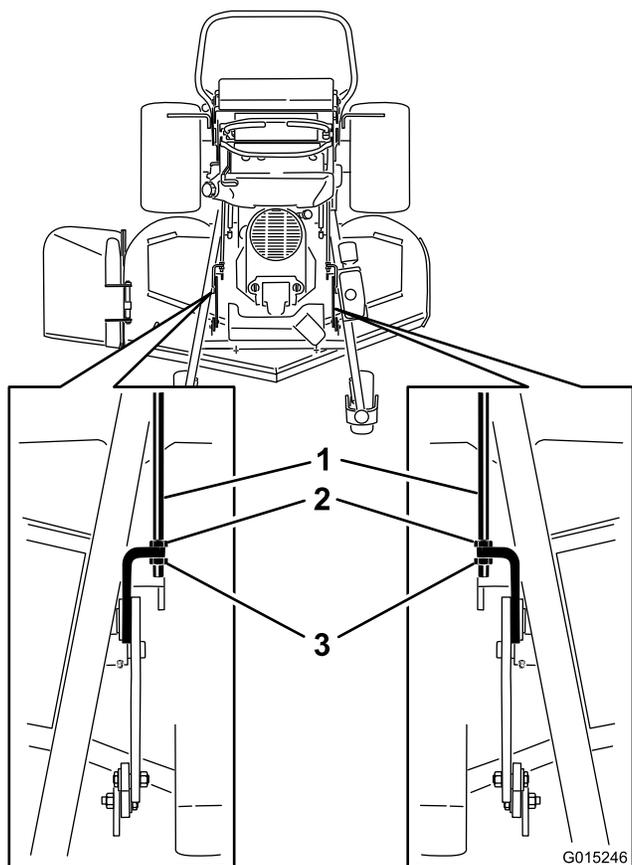

Figura 88
2. Para carcasas de corte de 48 y 52 pulgadas, afloje las tuercas delanteras y traseras de las varillas de ajuste (Figura 88).
4. El peso de la carcasa del cortacésped debe descansar sobre los tres listones de madera (Figura 88). El reborde trasero de la carcasa del cortacésped está diseñada para estar 6 mm (1/4 pulgada) más bajo que el reborde delantero de la carcasa.
8. Si las dimensiones no son correctas, ajuste las tuercas delanteras y traseras en cada lado hasta obtener la inclinación longitudinal correcta (Figura 88).